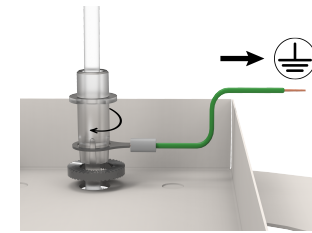

Рисунок 1
5. Подвести выведенный провод от светильника к источнику питания и подключить белый провод в клемму "+", серый провод в клемму "-". Провод заземления от декоративной чаши необходимо установить между констргайкой и зажимом декоративного провода, а затем подключить в клемму заземления (Рис. 1);